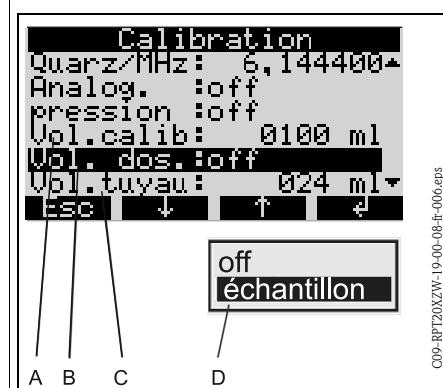

Fig. 19: Menu CALIBRATION
4. Appeler le menu CALIBRATION sur le pupitre de commande (=> Fig. 19; par SET - SERVICE - CALIBRATION).
5. Entrer le volume d'etalonnage souhaité dans le champ VOL.CALIB. (=> Fig. 19, Pos. A).
6. Sélectionner "VOL. DOS." (=> Fig. 19, Pos. B).
7. Lancer un prélèvement d'échantillon en sélectionnant la fonction ECHANT. dans la liste de sélection (=> Fig. 19, Pos. D). Patienter jusqu'à la fin du cycle de prélèvement.